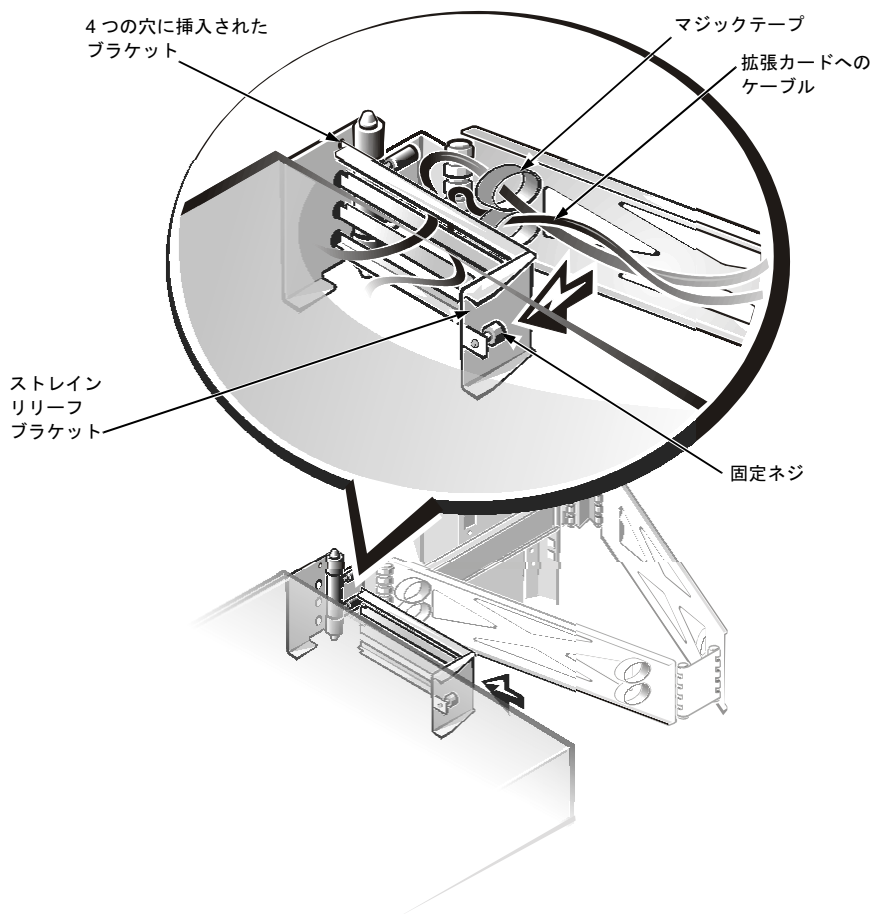

図 2-12 ストレインリリーフブラケットの取り付け
5. システムの背面にストレインリリーフブラケットを取り付けます（図 2-12 参照）。